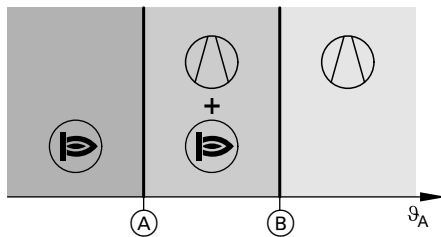
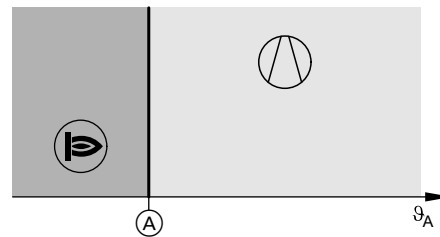

Abb. 32
Abb. 33
Ihr Fachbetrieb hat die beiden Außentemperaturgrenzen ① und ② fest eingestellt: Siehe Abb. 32 und Abb. 33.